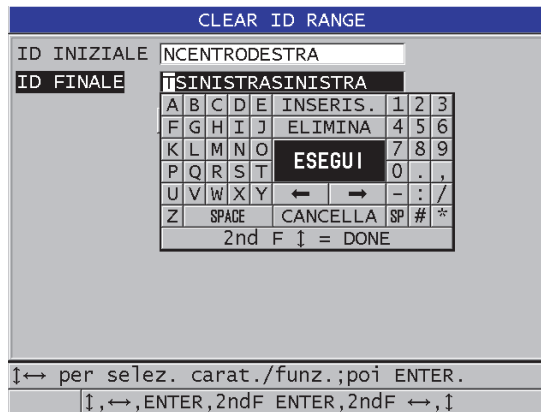

Figura 11-21 Eliminazione dei dati di una serie di ID in un file attivo
3. Nella schermata **CLEAR ID RANGE** (cancella intervallo ID), [vedi Figura 11-21 a pagina 221]: